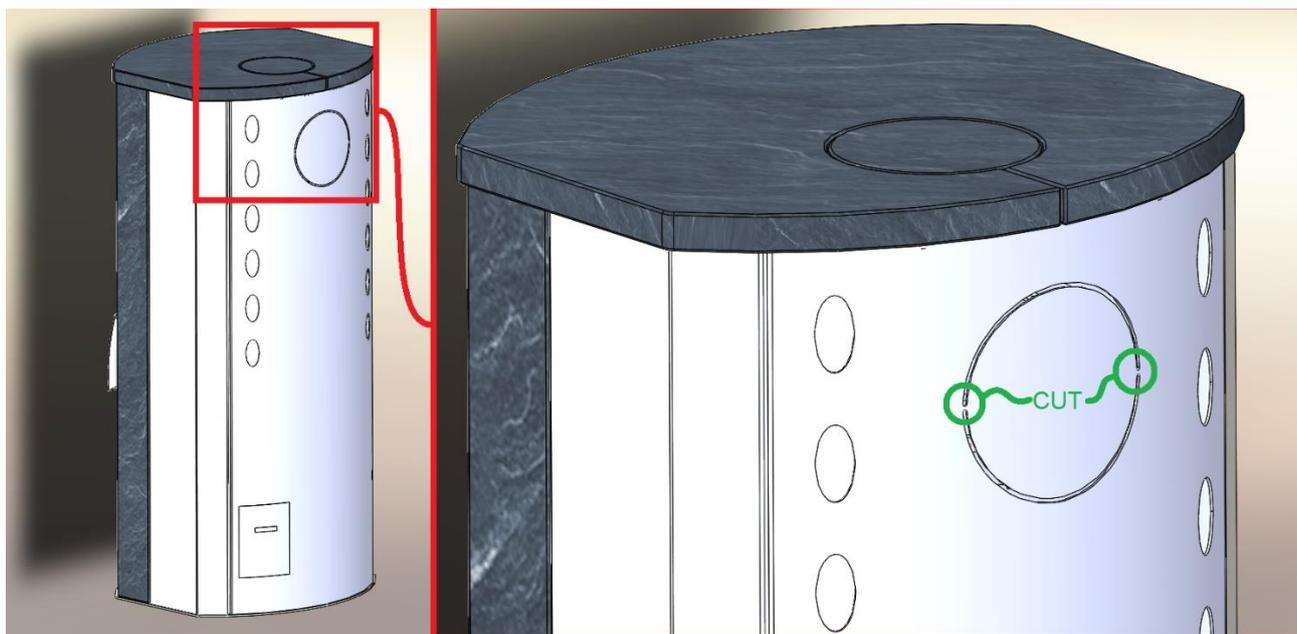

Abbildung 1 Schneiden von Mikrofugen an der Rückseite des Kamins
2. Abbildung 1 Schneiden von Mikrofugen an der Rückseite des Kamins	Seite 5
Bei der Installation des Gerätes sind alle lokalen Vorschriften einzuhalten, einschließlich derjenigen, die nationale und europäische Normen betreffen. Wir empfehlen eine Beratung mit dem zuständigen Schornsteinfeger. Die Kaminöfen werden auf Transportpaletten angeliefert, vorbereitet für den Anschluss an den Schornstein nach oben. Soll der Anschluss an den Schornstein von hinten erfolgen, muss der Abgasstutzen auf den hinteren Anschluss umgestellt und der Abgasdeckel auf die obere Position gesetzt werden (Abbildung 1, 2 und 3).